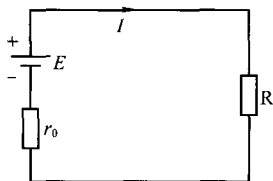

图 1-4 全电路欧姆定律电路
(2) 全电路的欧姆定律 含有电源和负载的闭合电路称为全电路, 如图 1-4 所示。其欧姆定律表达式为